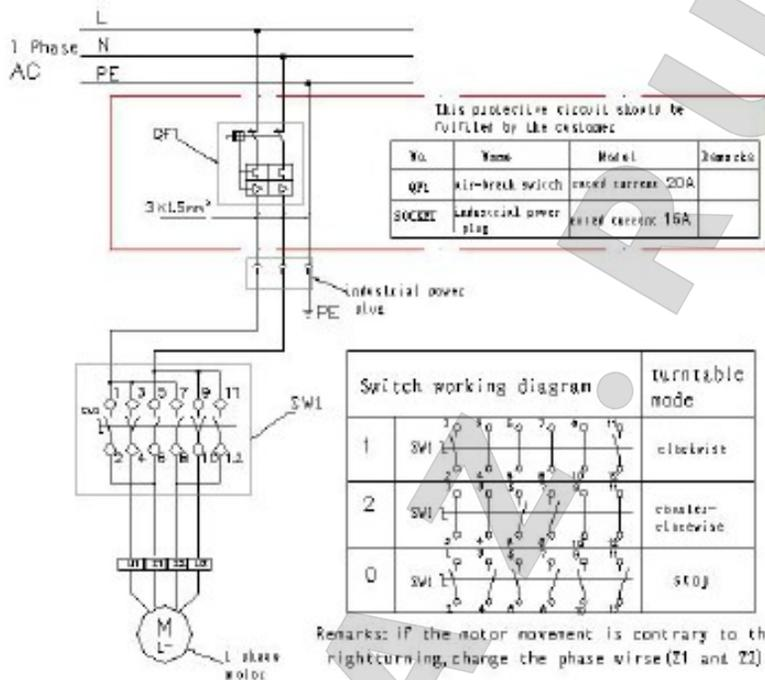

Рис. 40
**1002154 Система взрывной накачки-опция (рис. 40)**